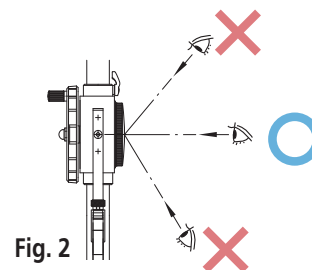

Fig. 2
1. Leia as graduações na direção perpendicular ao mostrador com o ponteiro para evitar erros de paralaxe. (Fig. 2)